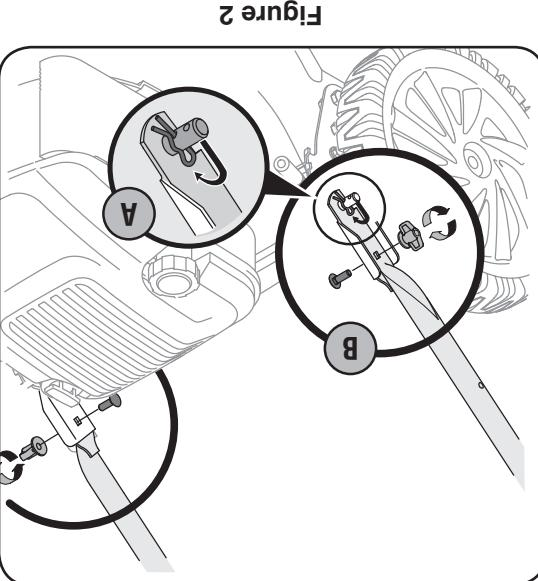

Figure 2
- c. Remettez les goupilles fendues sur les supports extrémité des goupilles fendues placées dans le trou de montage du guidon. Placez les goupilles sur les supports de montage du guidon. Placez les goupilles fendues dans le trou intérieur. Voir la Figure 2.
- d. Placez un boulon ordinaire (dans le sachet de boulonnage fourni avec la machine) dans le trou de montage du support du support de droite du guidon, en procédant de l'intérieur vers l'extérieur. Voir la Figure 2. Maintenez-le en place avec un boulon. Presser la manette de montage de droite du guidon à oreilles en plastique (boutons en forme d'étoile). Répétez de l'autre côté.